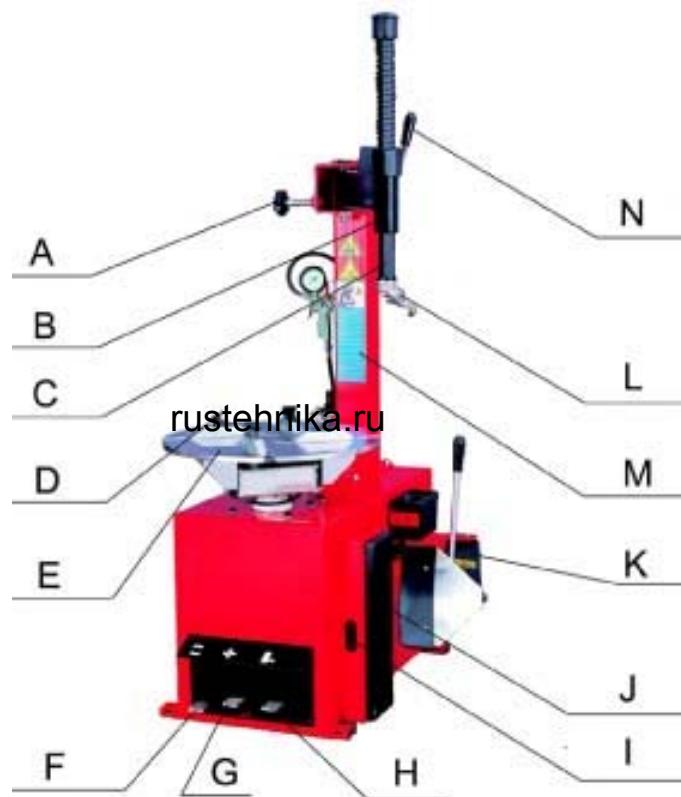

Рис.2
- 2) Нажмите педаль вращения стола (3, рис.2). Монтажный стол должен вращаться по часовой стрелке. Поднимите педаль. Стол должен вращаться против часовой стрелки.
- 3) Нажмите педаль отжима покрышки (1, рис.2) до срабатывания лопаты отжима. При отпускании педали она должна вернуться в исходное положение. 4) Нажмите педаль зажима кулачков (2, рис.2) для разведения кулачков. При повторном нажатии на педаль кулачки сходятся.
3) Установите колесо на монтажный стол (рис.2). 4) Чтобы закрепить колесо на столе, проделайте следующее (в зависимости от размера колеса): Обод от 10" до 18": Поместите четыре кулачка (5, рис.2) в положение, отмеченное маркировкой на столике, выжимая до половины вниз педаль зажима (2, рис.2). Установите колесо на кулачки и, прижимая обод колеса, выжмите педаль захвата до упора. Убедитесь, что колесо прочно удерживается кулачками.
5) Опустите штангу (7, рис.2), пока монтажная головка (6, рис.2) не окажется рядом с ободом над колесом. При помощи блокировки зафиксируйте положение штанги.
7) Поднимите закраину покрышки на носик монтажной головки. Для этого вставьте монтажную лопатку между закраиной шины и носиком монтажной головки, затем приподнимите педаль вращения стола (3, рис.2).
- 9) Удерживая монтажную лопатку (14, рис.2) в нужном положении, вращайте стол по часовой стрелке, полностью выжав педаль вращения стола. Продолжайте, пока шина полностью не отделится от обода.
- 3) Зафиксируйте обод колеса при помощи внутренних частей кулаков (5, рис.2).
- 4) ПРИМЕЧАНИЕ: если вы работаете с ободами одного и того же размера, нет необходимости постоянно фиксировать и освобождать штангу. Вместо этого сдвиньте в сторону плечо (8, рис.2) с зафиксированной штангой (7, рис.2).